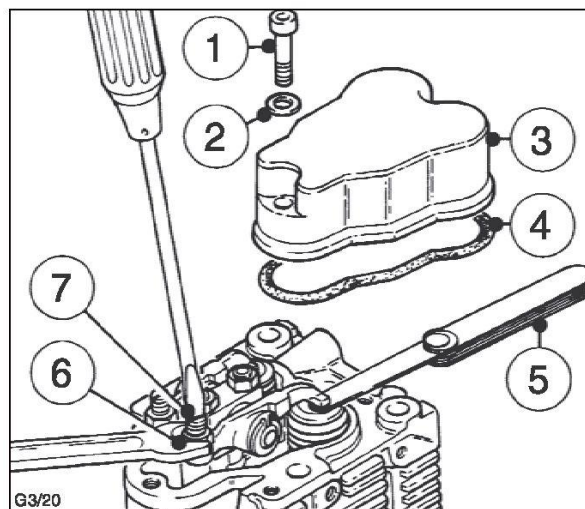

Рис. 21
- Замерьте зазор клапана с помощью 0,10 мм пластинчатого щупа «5» (см. рис. 21, раздел 3.1.).
- Если необходима регулировка, ослабьте затяжку шестигранной гайки «6», поверните регулировочный винт «7» и снова затяните гайку «6». После этого должно быть возможным протянуть щуп «5» через зазор с едва ощутимым сопротивлением движению (см. рис. 21).